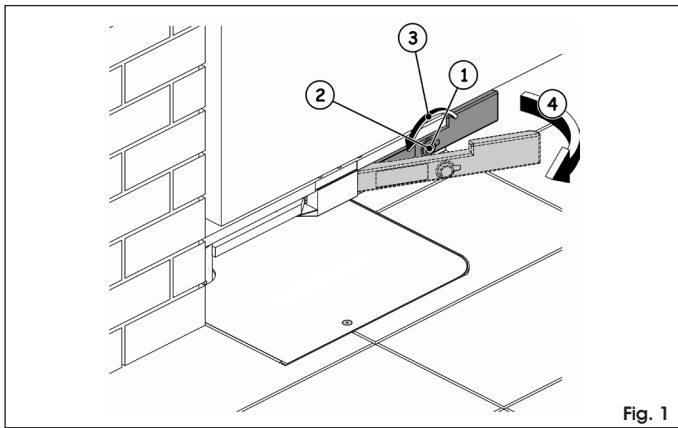

Fig. 1
- aprire il tappo di protezione della serratura (Fig. 1 rif. ①)
- introdurre la chiave di sblocco nella serratura (Fig. 1 rif. ②)
- ruotare la chiave nella direzione del pilastro fino a battuta (Fig. 1 rif. ③)
- tirare la leva verso di sé (Fig. 1 rif. ④)